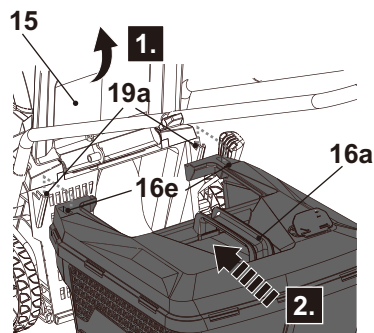

Fig. 8
5. Ouvrez et maintenez le capot du déflecteur (15) (Fig. 8, étape 1).
6. Portez le bac de ramassage (16) par sa poignée de transport (16a).
7. Alignez les trous de suspension (16e) avec les crochets (19a) et accrochez le bac de ramassage (16) (Fig. 8, étape 2).
8. Relâchez ensuite délicatement le capot du déflecteur (15).